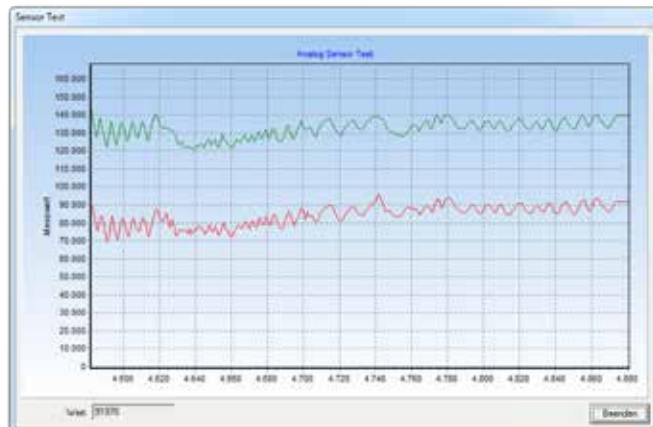

Abb. 44: Datenanzeige eines analogen Sensors mit zwei Positionsmagneten
- 9 Im Menü **Test Sensor** befindet sich eine Datenanzeige (Abb. 44) die die absoluten Positionen der Positionsmagnete wiedergibt. Verglichen mit der Messrate des Sensors ist die serielle Datenübertragung zwischen Sensor und PC relativ langsam, sodass hierbei nicht jeder tatsächlich gemessene Wert dargestellt werden kann. In dem Diagramm wird deshalb nur etwa jeder fünfzigste Messwert wiedergegeben.